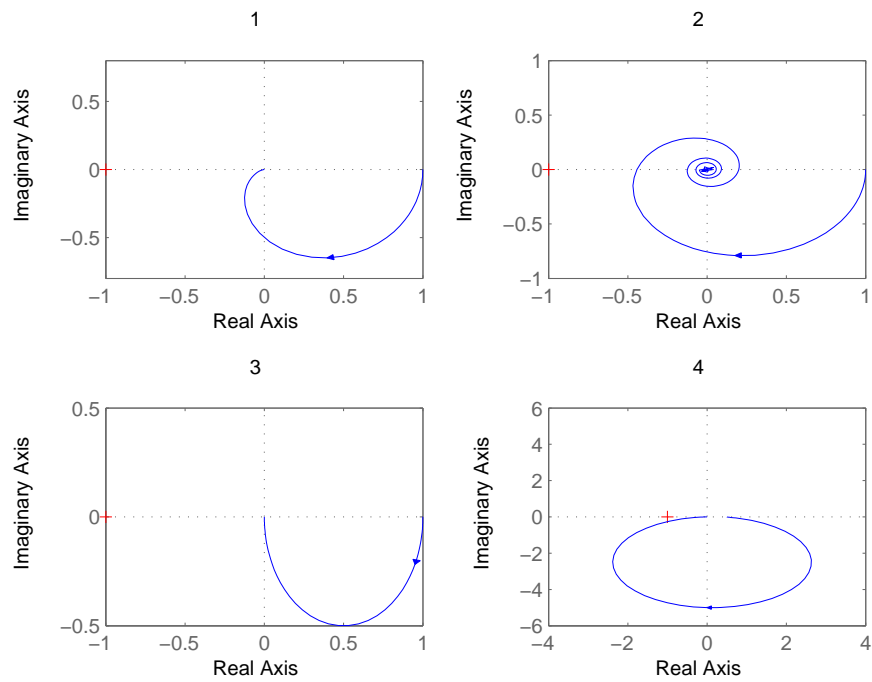

Figur 3 Blockdiagram i uppgift 4.
4. Figur 3 visar blockdiagrammet för ett återkopplat system där